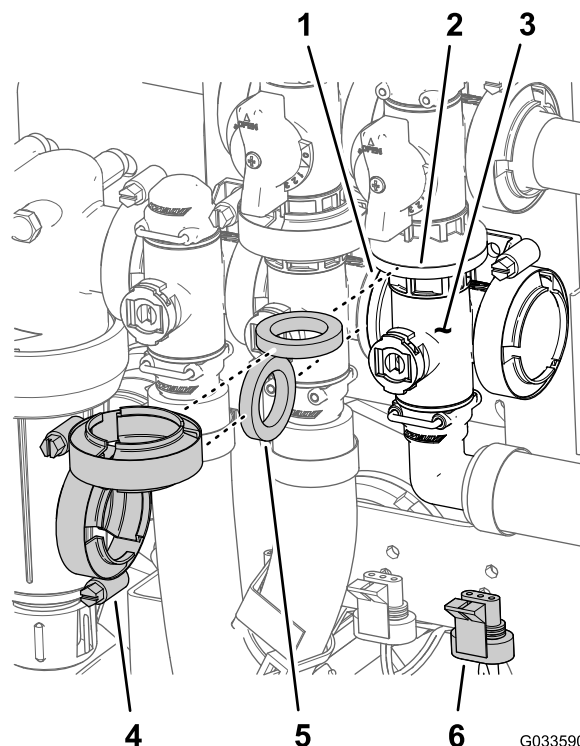

図 129
1. マスターブームバルブマニホールドのフランジ、ガスケット、マスターブームバイパスバルブのフランジを、整列させる 図 129。
2. マスターブームバルブ用マニホールド、ガスケット、マスターブームバイパスバルブを組み立ててフランジクランプを手締めする 図 129。
3. マスターブームバルブマニホールドのフランジ、ガスケット、攪拌バルブ用マニホールドを整列させる 図 129。
4. マスターブームバルブマニホールド、ガスケット、攪拌バルブマニホールドを組み立てて、フランジクランプを手締めする 図 129。
7. 攪拌バルブをバルブマウントに組み付ける; フランジヘッドボルトとフランジロックナット図 129はステップ 3 マスターブームマニホールドバルブの取り外し (ページ 77) で取り外したものを使用し、ボルトとナットを 10-12 N·m 1.0-1.2 kg/cm² = 90-110 in-lb にトルク締めする。